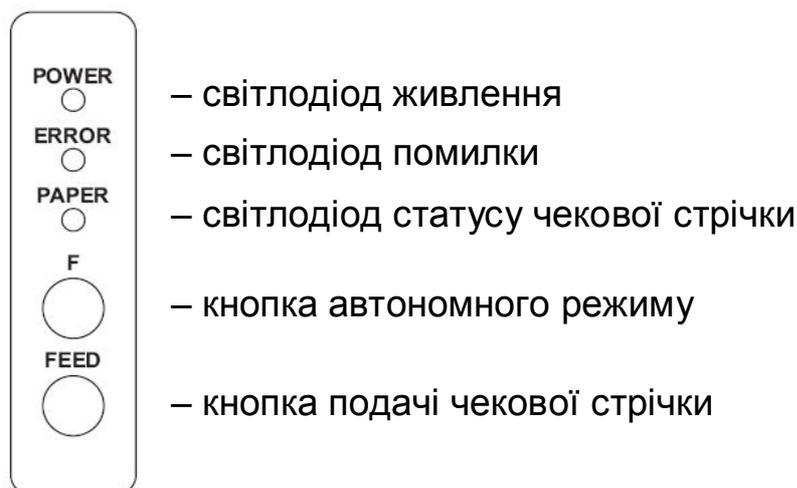

Рисунок 3
• Увімкнути блок живлення в електричну мережу і натиснути вимикач живлення на корпусі ЕККР. Після цього увімкнуться світлодіод «**POWER**» (рис. 3) і підсвічування індикатора, та виконається само-тестування реєстратора. ЕККР готовий до роботи після появи на індикаторі початкової суми. У разі якщо ЕККР видає звуковий сигнал помилки, необхідно вимкнути живлення та перевірити: